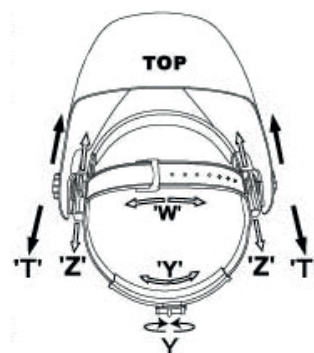

FIG. 2
Regolazione maschera (Fig.2)
- Regolate la circonferenza della fascia (Fig.2 Y) ruotando la manopola sulla parte posteriore. Questo può essere fatto indossando la maschera e permette una regolazione salda della maschera sulla testa senza stringere troppo.
- Svitare le manopole di serraggio laterali (Fig.2 T) e liberate le viti di blocco (Fig. 2 Z) su entrambi i lati. Fateli scorrere avanti o indietro per regolare la distanza della maschera dal vostro viso. E' importante che i vostri occhi siano alla stessa distanza dal filtro.